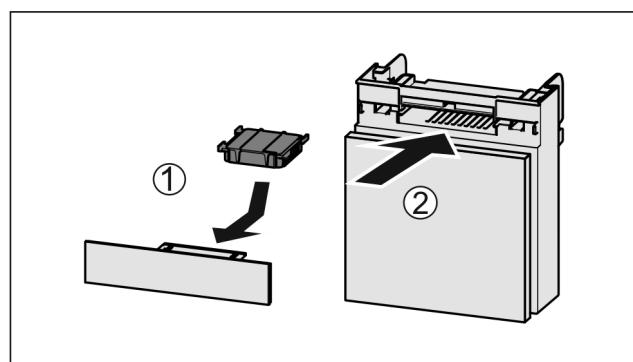

Fig. 99
- Установите фильтр с активированным углем, как показано на рисунке Fig. 99 (1).
- Вставьте отделение Fig. 99 (2).